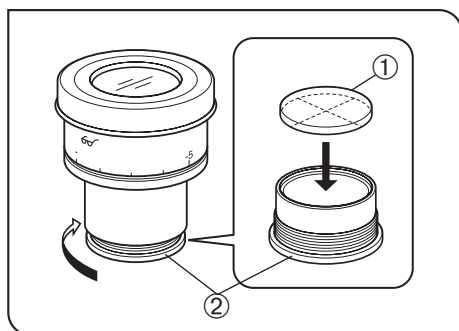

Рис. 33
3 Установка микрометрического диска в окуляр (Рис. 33)
В соответствии с рис. 33, повернув встроенную обойму микрометра ② в направлении стрелки, снимите ее с окуляра и поместите микрометрический диск ① в обойму так, чтобы поверхность с маркой модели была обращена вниз.